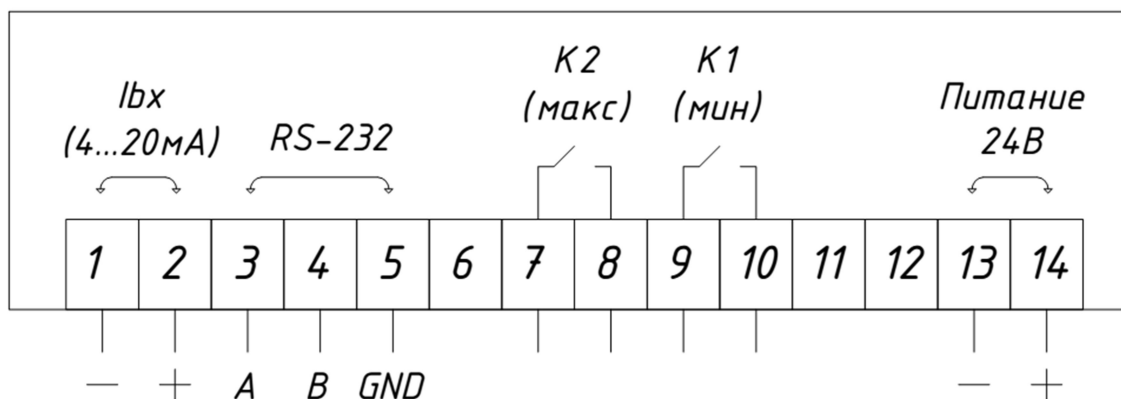

Рис. 8: Расположение выводов клеммной колодки прибора ЦИ (с интерфейсом RS-232)
Измерительный преобразователь «Роса» должен быть подключен к соответствующим разъемам клеммной колодки анализатора с помощью стандартного кабеля, поставляемого заводом-изготовителем. При подключении руководствоваться Рис. 8 и Рис. 9 «Расположение выводов коммутационной клеммной колодки». Для электроподключения преобразователя выполните следующие шаги:
- Рис. 8: Расположение выводов клеммной колодки прибора ЦИ (с интерфейсом RS-232);